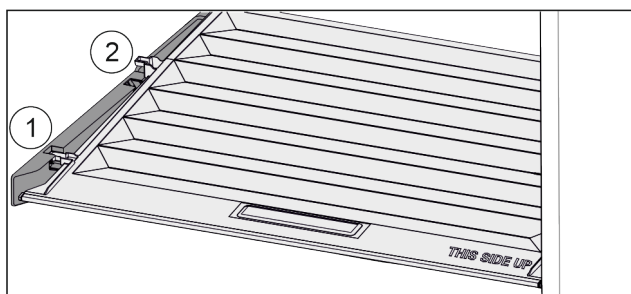

Fig. 131
- ▶ Trageți capacul în față Fig. 131 (1) până la orificiul din piesele suportului.
- ▶ Ridicați în spate de jos și scoateți Fig. 131 (2) în sus.